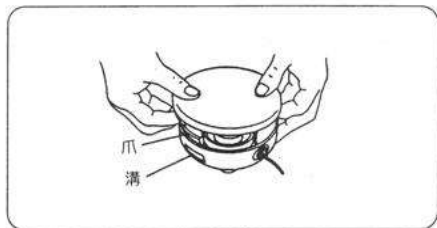

図8
⑦ナイロンコードキャップをナイロンコートボデーの爪穴位置に合わせてパチンと音がするまで押し込みます。(図8)